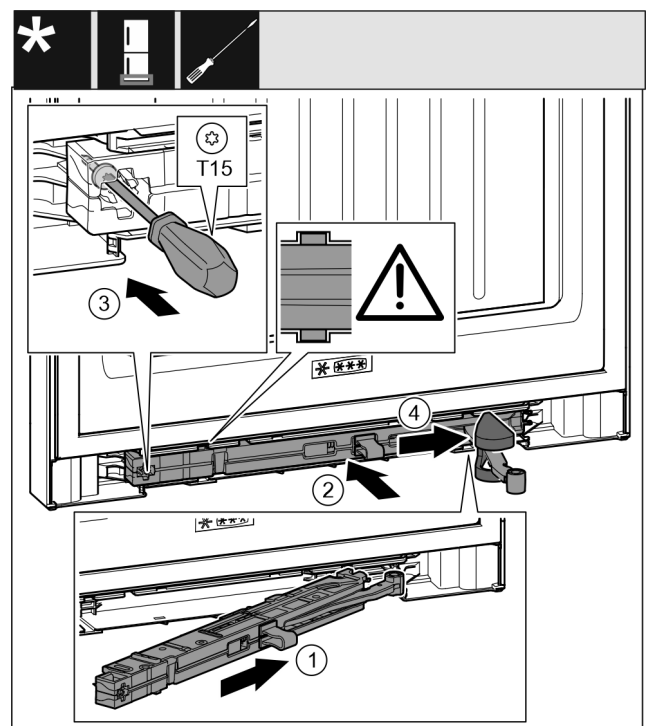

Fig. 52
- ▶ Schließdämpfereinheit Fig. 52 (1) auf der Lagerbockseite bis zum Anschlag schräg in die Aussparung einschieben.
- ▶ Schließdämpfereinheit Fig. 52 (2) vollständig in Aussparung schieben.
- ▶ Schraube Fig. 52 (3) mit einem Schraubendreher fest-schrauben.
- ▶ Abdeckung Fig. 52 (4) über Gelenk schieben.